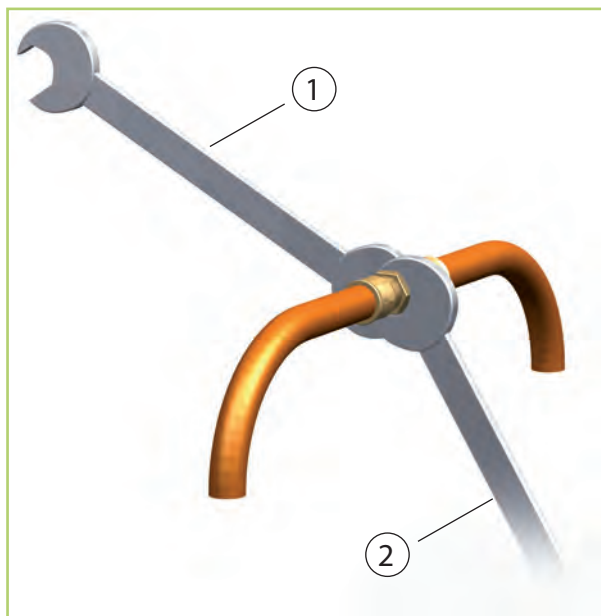

Abb. 25: Verschraubungen anziehen
11. ➤ Befestigen Sie nun endgültig die Verschraubungen mit 2 Maulschlüsseln geeigneter Schlüsselweite. Halten Sie während des Schraubens auf jeden Fall mit einem Maulschlüssel gegen (Abb. 25).